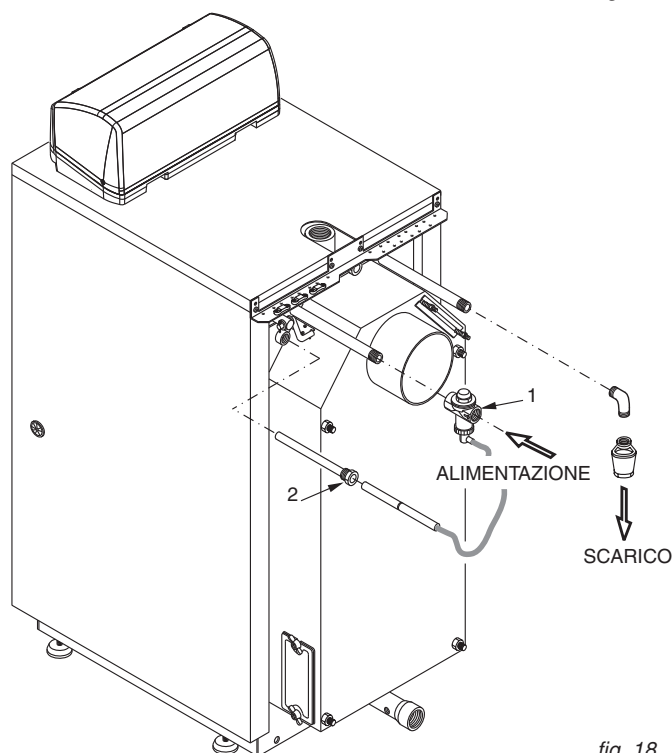

fig. 18
- A) Montare il pomello pos. 4 sul volante di chiusura porta superiore.
- B) Montare vite e dado su porta inferiore e superiore ed avvitare il pomello (pos. 1, 2, 3).
- E) Agganciare lo specchio controllo fiamma (pos. 5) alla spia sulla porta inferiore.
- F) Montare il pozzetto valvola scarico termico (pos. 2, fig. 18).